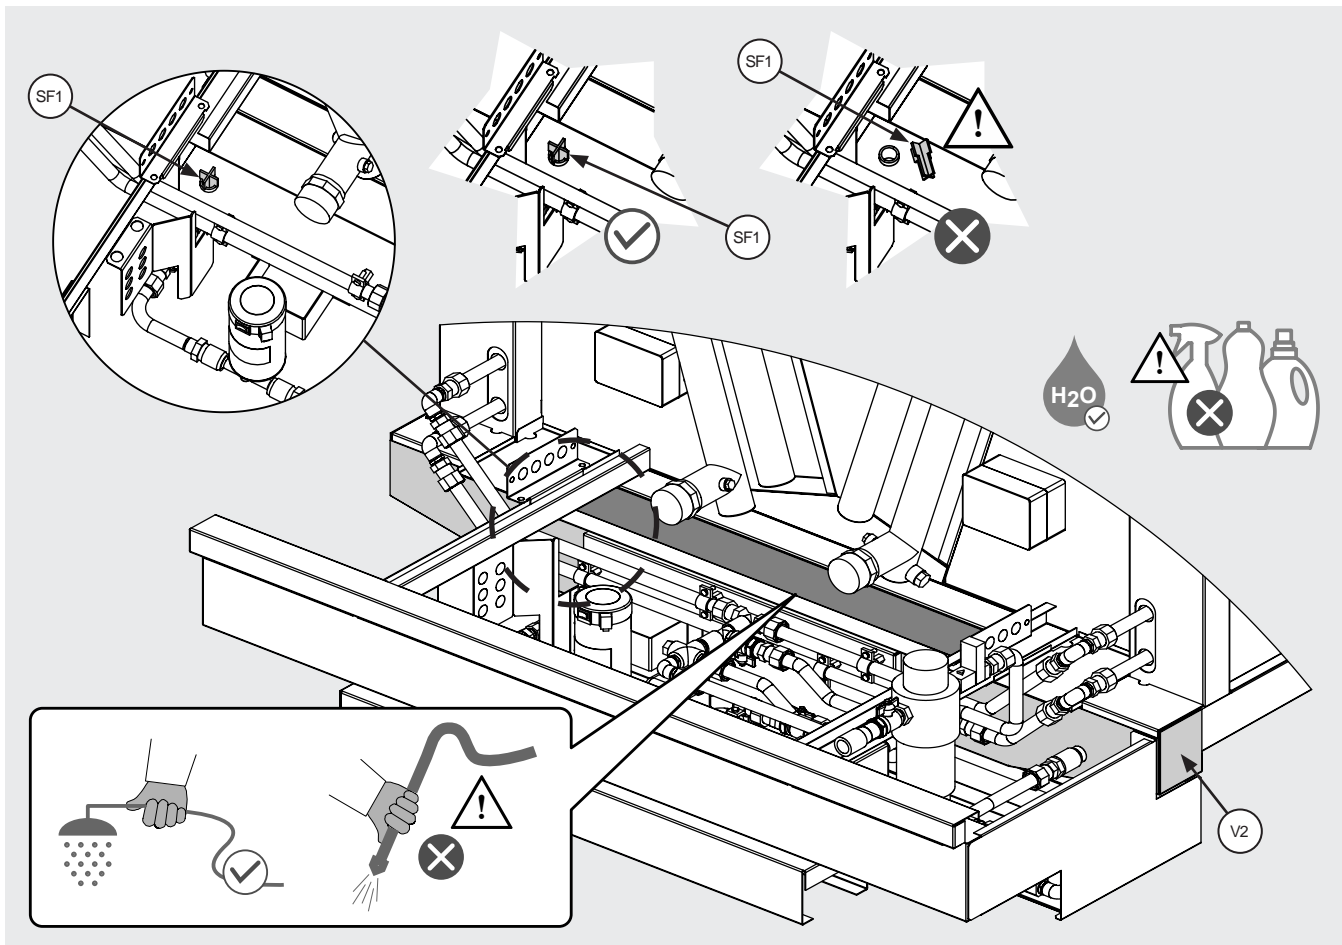

Abbildung 30
- 12.15.7 Mit fließendem, drucklosem Wasser reinigen, wobei darauf zu achten ist, dass die elektrischen Anschlüsse und die Füllstandssensoren nicht beschädigt werden, siehe Abbildung 2 und Abbildung 30. Verwenden Sie kein Druckwasser und/oder Reinigungsmittel oder aggressive Substanzen.
- 12.15.8 Den Strömungsteiler SF1 sorgfältig reinigen. Entfernen Sie ihn nicht aus dem Gehäuse. Falls er versehentlich entfernt wurde, setzen Sie ihn wieder ein. Siehe Abbildung 30.
- 12.16.1 Für eine Funktionsbeschreibung des Niveauschalters (W1) und seiner Position siehe Punkt 2.9. Der Niveauschalter (W1) befindet sich im Inneren der externen Tropfschale (V2), siehe Abbildung 30.